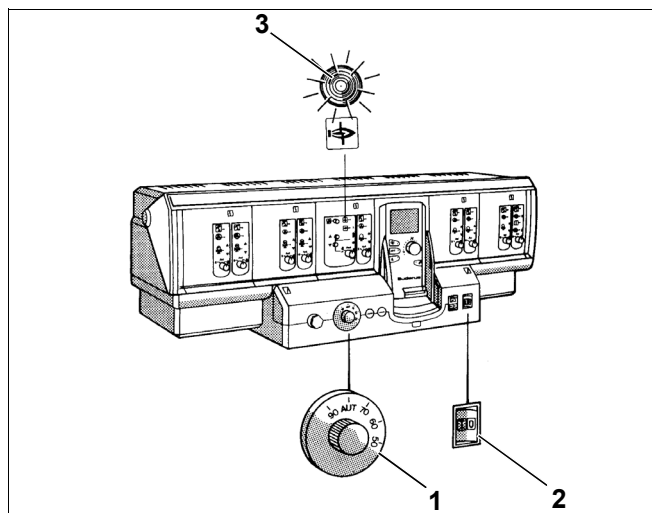

Рис. 1 Система управления Logamatic 4311
- Перевести пусковой выключатель (рис. 1, поз. 2) в положение "I (ВКЛ.)".
- Установить регулятор температуры котловой воды (рис. 1, поз. 1) на АУТ (регулирование в зависимости от наружной температуры; заводская установка).
- Перевести пусковой выключатель (рис. 1, поз. 2) в положение "0" (ВЫКЛ.)
Неисправность горелки показывается на горелке и сигнальной лампочкой на системе управления (рис. 1, поз. 3) или на дисплее.